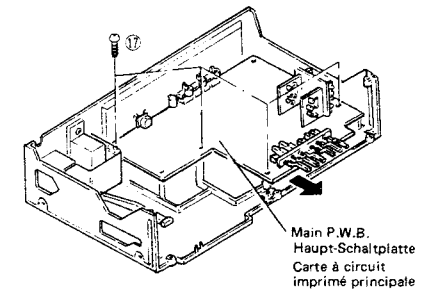

Fig. 7 Abb. 7
- Main P.W.B. (Fig. 7)**
- Haupt-Schaltplatte (Abb. 7)**
- (8) **Carte à circuit imprimé principale (Fig. 7)**